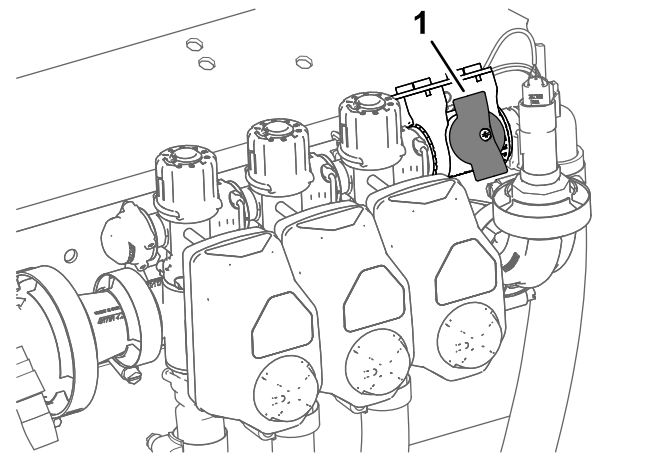

Figura 38
2. Gire el mando de la válvula de cierre del circuito de desvío a la posición de cerrado (Figura 38).